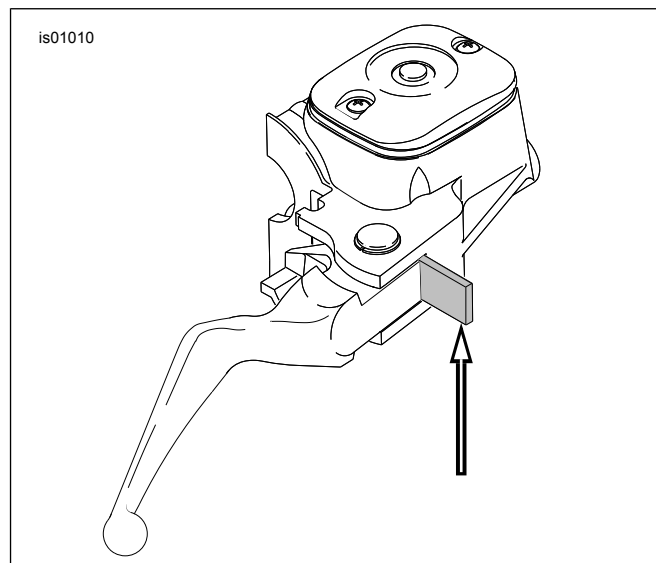

Figura 1. Inserto di cartone da 4 mm (5/32 in)
1. Vedere la Figura 1. Azionare la leva del freno e collocare l'inserto di cartone tra la leva e la staffa.